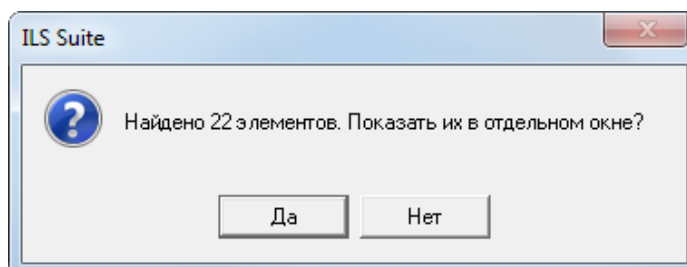

Рис. 7-29 – Информационное сообщение
4) После выполнения запроса откроется диалоговое окно с информацией о количестве найденных объектов (рис. 7-29).
- 3) Запустить запрос на исполнение, чтобы сформировать его. В диалоговом окне с информацией о количестве найденных объектов, представленном выше на рис. 7-29, нажать кнопку «Да» или «Нет».
8) После выполнения запроса окно «Ввод запроса» будет закрыто и в новом диалоговом окне будет выведена информация о количестве найденных объектов (см. выше рис. 7-29). Нажать в нем кнопку «Да», чтобы открыть результаты поиска в новом рабочем окне.